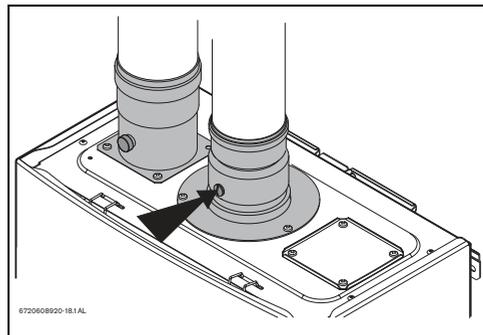

Рис. 42 Отверстие для измерения
- ▶ отпустите латунный винт с плоской головкой на манжете дымохода, как показано на Рис. 42 .